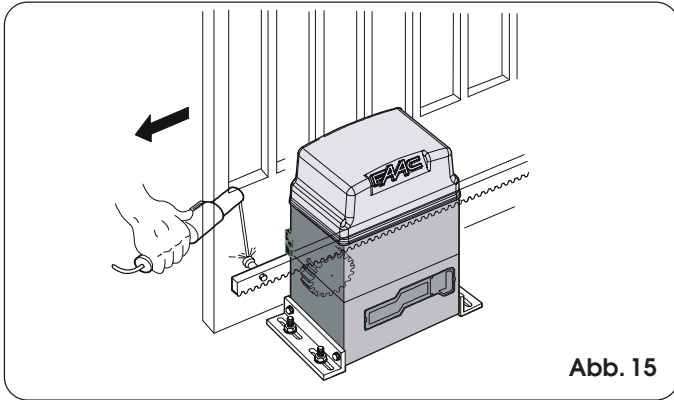

Abb. 15
- 3) Das erste Stück der Zahnstange waagrecht auf dem Ritzel ablegen und den Gewindesperrzahn auf dem Tor anschweißen, wie in Abb. 15 angegeben.